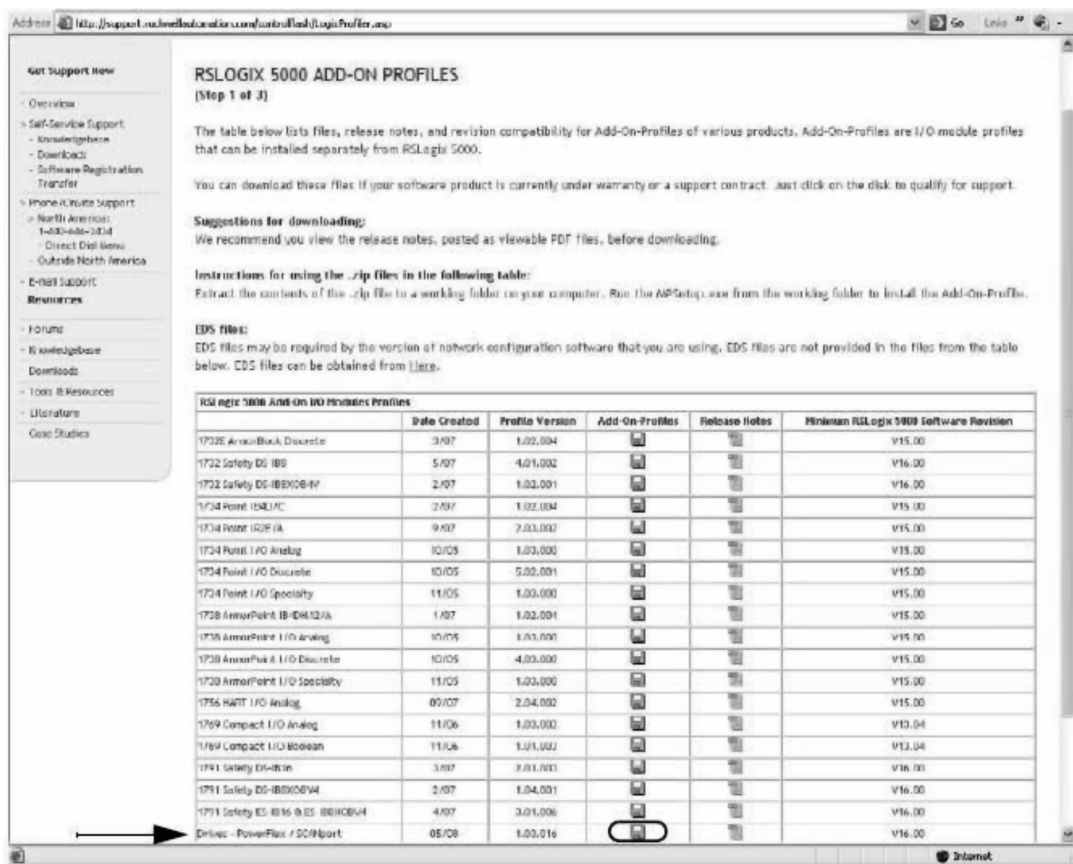

图 24-1 RSLogix 5000 用户自定义配置文件
1) 登录 RSLogix 5000 用户自定义配置文件网站，会打开 RSLogix 5000 用户自定义配置文件对话框，如图 24-1 所示。